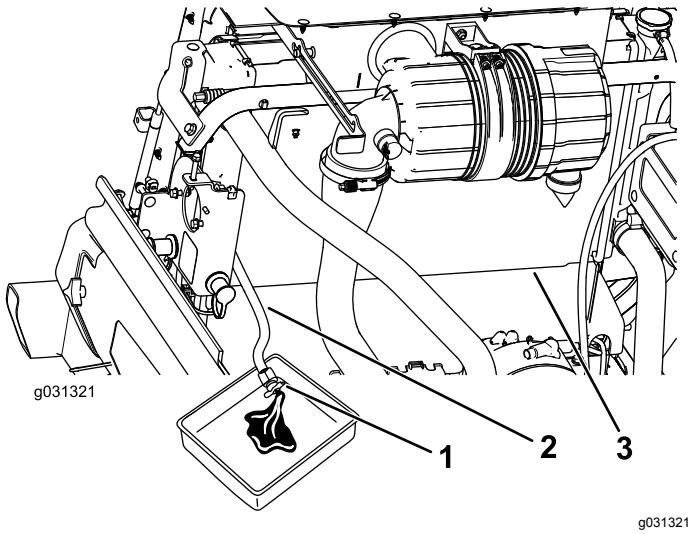

Рисунок 118
- Поместив сливной шланг радиатора в сливной поддон, откройте сливной кран на шланге радиатора и слейте жидкость в сливной поддон (Рисунок 118).
- Закройте кран на сливном шланге радиатора (Рисунок 118).